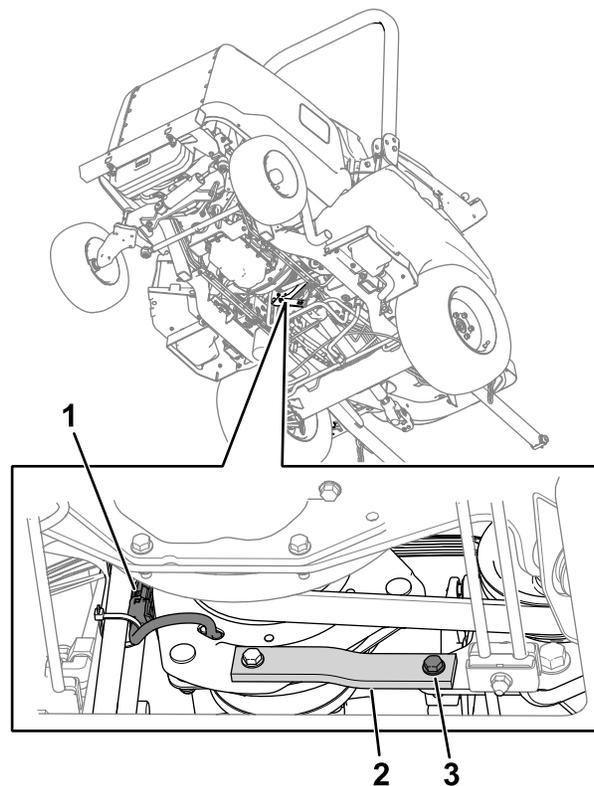

图 79
2. 从机器线束上拔掉离合器线束接头图 79。
3. 卸下机架上金属和橡胶箍带图 79 的螺栓、垫圈和螺母。